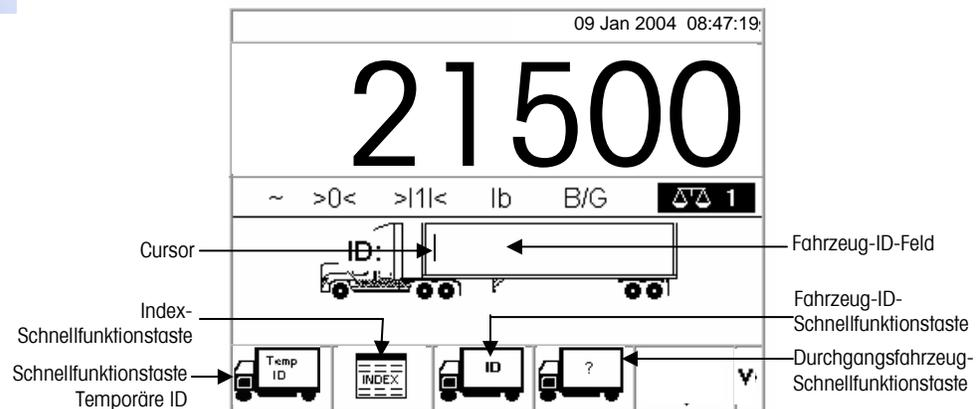

Abbildung 2-7: Standardgewichtsbildschirm
1. Drücken Sie im Standardgewichtsbildschirm (Abbildung 2-6) auf die ABWÄRTS-Pfeiltaste, um alle verfügbaren Schnellfunktionstasten anzuzeigen (siehe Abbildung 2-7).
5. Wenn sich das Fahrzeug auf der Waage befindet, wird die Schnellfunktionstaste TEMPORÄRE ID gedrückt (siehe Abb. 2-7). Wenn die entsprechende Funktion bei der Einrichtung der temporären ID aktiviert wurde, wird eine automatische ID-Nummer zwischen 001 und 999 angezeigt, die als temporäre ID verwendet werden kann. (Weitere Informationen über die Aktivierung der automatischen ID-Nummerierung in der temporären ID-Tabelle finden Sie in Kapitel 3.0, Konfiguration, Anwendung, Fahrzeugwägen, Datenbank.) Zur Verwendung der automatischen Nummer als ID drücken Sie auf ENTER. So können Sie detailliertere Informationen eingeben.